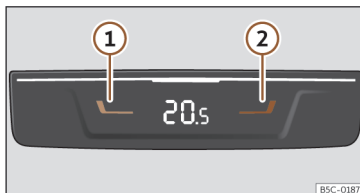

Fig. 115 Na parte traseira da consola central: comandos para os lugares traseiros.
- Pressione os botões ① e ② >>> **Fig. 115** para ajustar a temperatura da zona posterior.